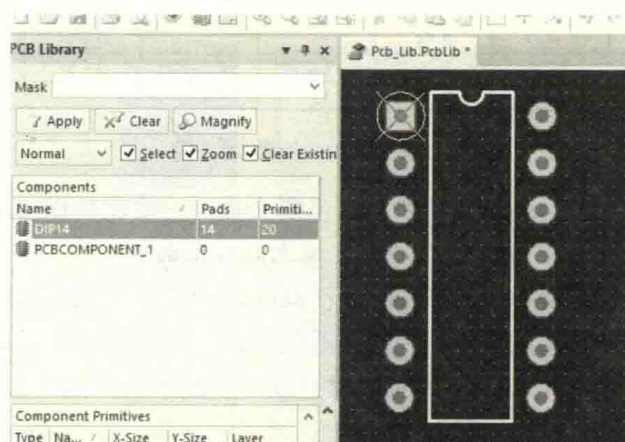

图 5-9 创建好的 DIP14 封装
(4) 单击“Finish”按钮，DIP14 封装创建完成，如图 5-9 所示。